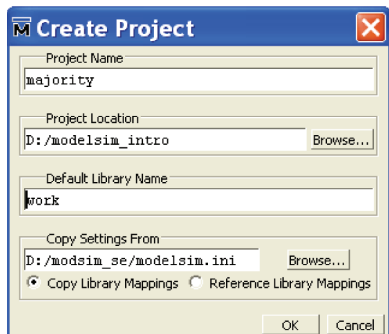

fig2
- Dans la fenêtre de la figure 2, cliquez sur browse → sélectionnez le chemin de GRT